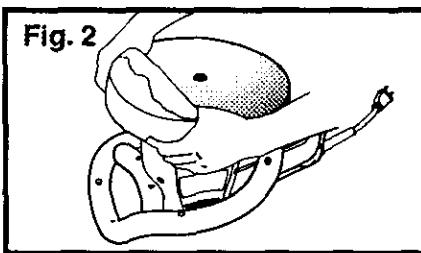

Fig. 2
1. Coloque el bonete aplicador de cera en el disco de espuma como se muestra en la Fig. 2.